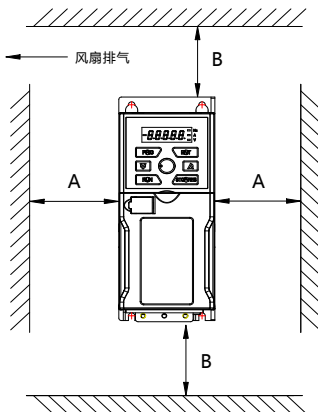

图 3-1 安装的间隔距离图
- (1) 一般情况下应立式安装。
- (2) 安装间隔及距离最小要求如图 3-1 所示。